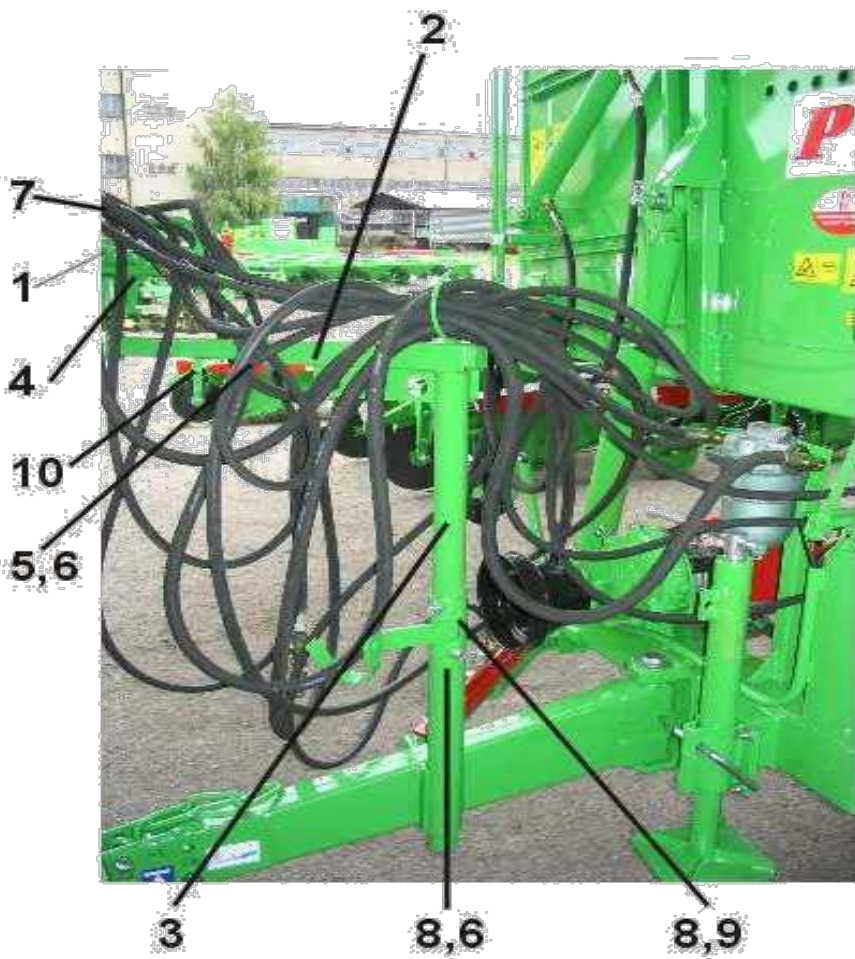

Abb. 25. Einstellung der Verteilerlage.
Regelung in der senkrechten Ebene. Löse die Druckschraube (5, 7 Abb. 25) und verschiebe den Senkrechthalter (3) auf geeignete Höhe. Den Stützring (9) senke maximal nach Unten. Ziehe Schrauben (5, 7) an und sichere mit Gegenmutter (6).
Der RBS Verteiler besitzt die Möglichkeit einer fließenden Anpassung seiner Lage relativ zur Schlepperkabine (während der Wendung). Zu diesem Zweck auf dem Verteilergriff befindet sich Öse (10 Abb. 25) zum Zweck der Verbindung, mittels Kette, Seils oder einer Schnur des Griffs mit der Schlepperkabine.